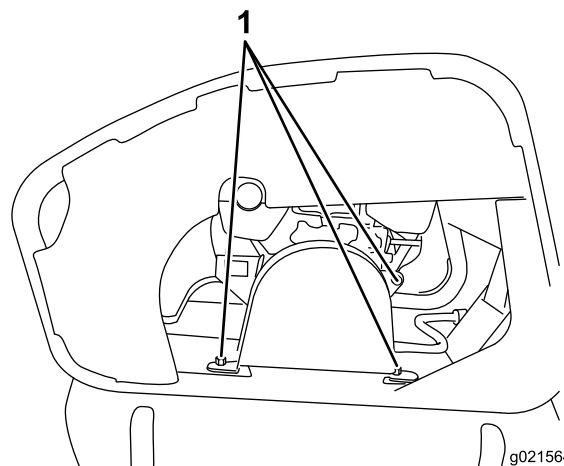

Figura 25
1. Retire los pernos que sujetan la cubierta de la correa (Figura 25).